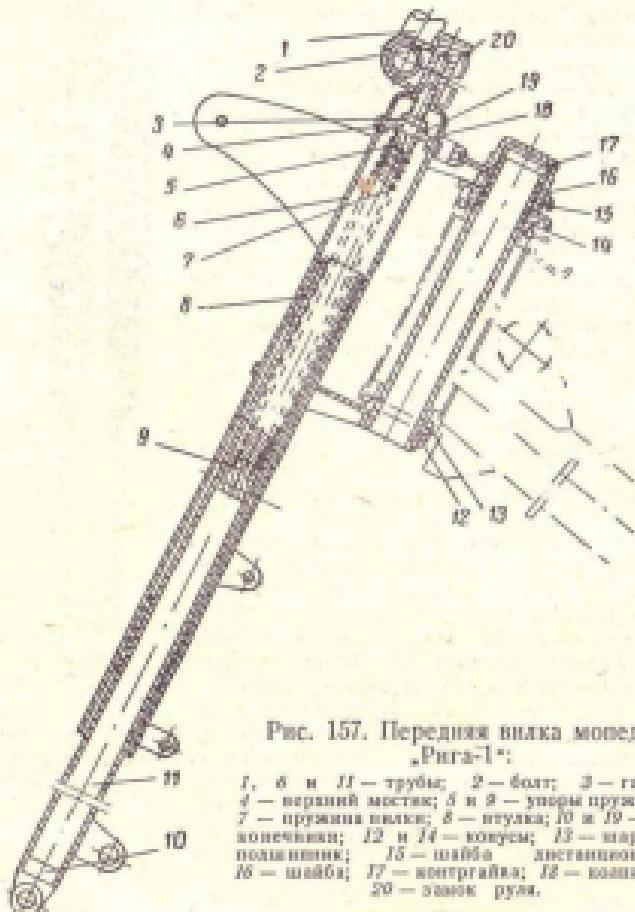

Рис. 157. Передняя вилка мопеда
**Ходовая часть.** Передняя вилка мопеда (рис. 157) — телескопического типа, с пружинными амортизаторами. В вилке применены смазанные капроновые втулки 8, предохраняющие при запрессовке от перемещения в наружной трубе 6 со соответствующим натягом. Подшипники 13 рулевой колонки регулируются в собранном состоянии. Для регулировки необходимо отпустить контргайку 17 и вращать конус 14. При наезде на препятствие внутренняя труба 11 вместе с колесом идет вверх и сжимает пружину 7.